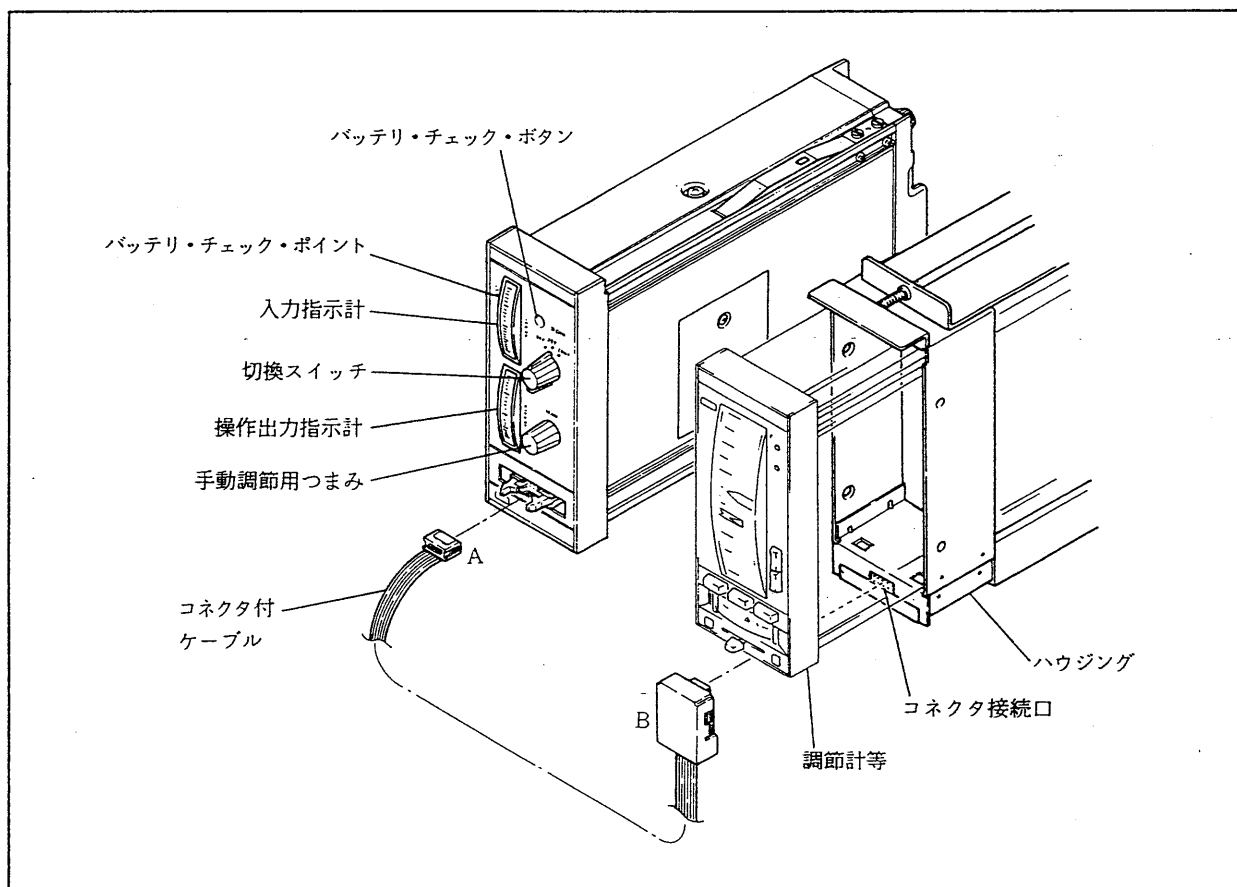

図 5.15 SPBD の接続
SMST-121 形において、計器本体を交換する場合には、SPBD 携帯用手動操作器の接続ケーブルをハウジング下部のジャックに挿入し、電流出力信号を SMST から SPBD へ切換えます (図 5.15 参照)。
- (2) SPBD 携帯用手動操作器の接続ケーブルをハウジング下部のジャックに挿入し、出力信号を SMST から SPBD へ切替えます（図 5.15 参照）。
- (3) 側面のチューニング・パネルで「CHECK」項を選択し、異常原因を調べます（5.4.4 項参照）。